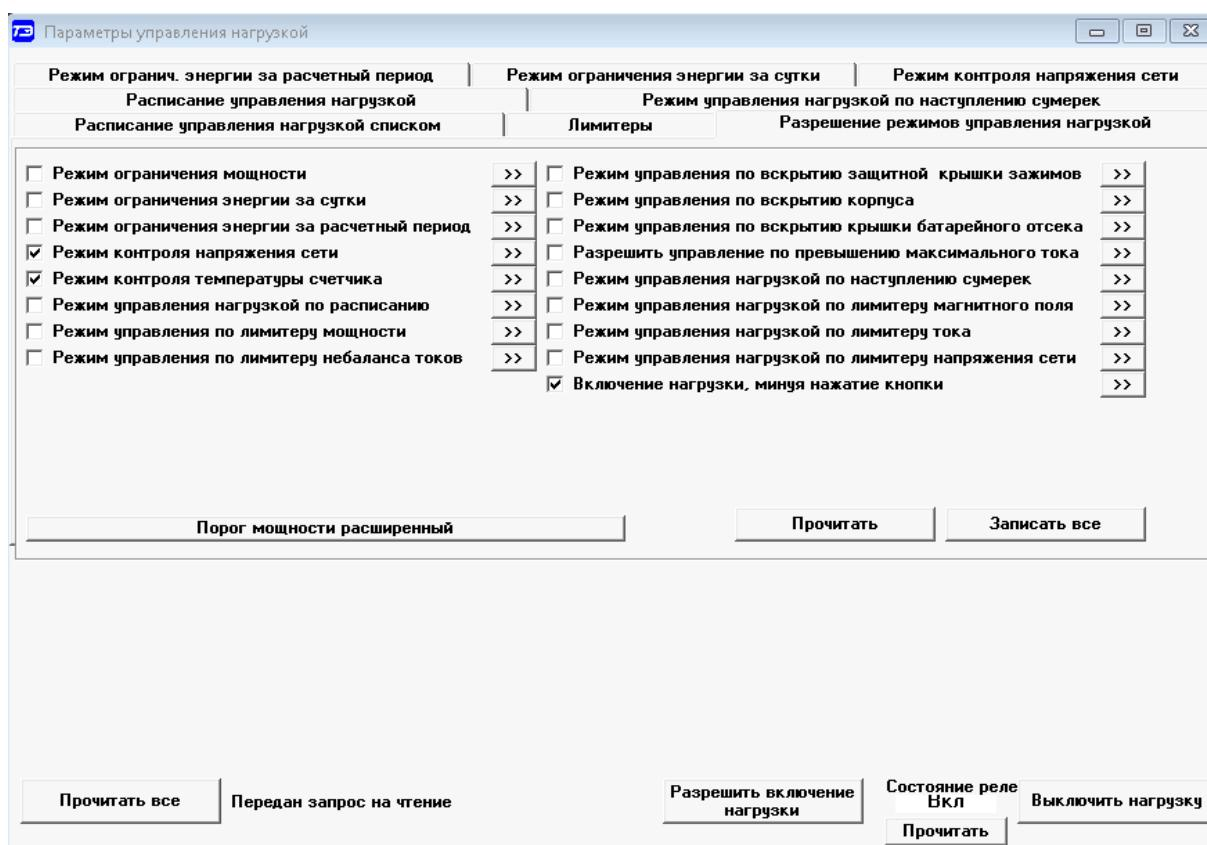

Рисунок 37 – Форма «Параметры управления нагрузкой»
4.19.1.4 Чтение ранее установленных параметров производится по кнопке «Прочитать все» расположенной на поле формы (рисунок 37). При этом производится чтение всех конфигурационных флагов режимов и параметров всех вкладок формы с отображением в соответствующих окнах вкладок.
4.19.2.2 Вызов формы производится по кнопке «Порог мощности расширенный», расположенной на поле формы «Параметры управления нагрузкой» (рисунок 37). Внешний вид формы приведен на рисунке 31.